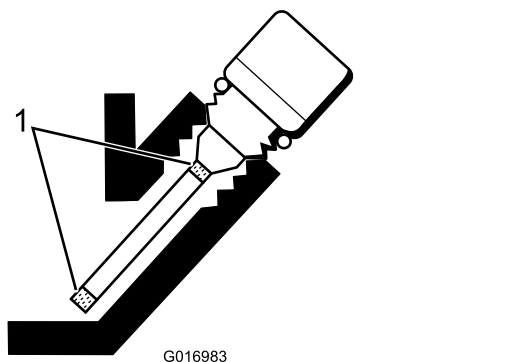

Figura 30
5. Se o nível estiver baixo, adicione apenas o óleo suficiente para aumentar o nível até se encontrar entre as marcas no medidor (Figura 30).